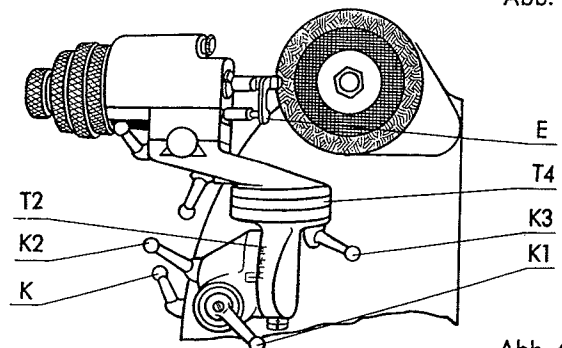

Abb. 6
3. Fräser mit Finger E ausrichten, spannen und Finger E zurückschieben (Abb. 6).